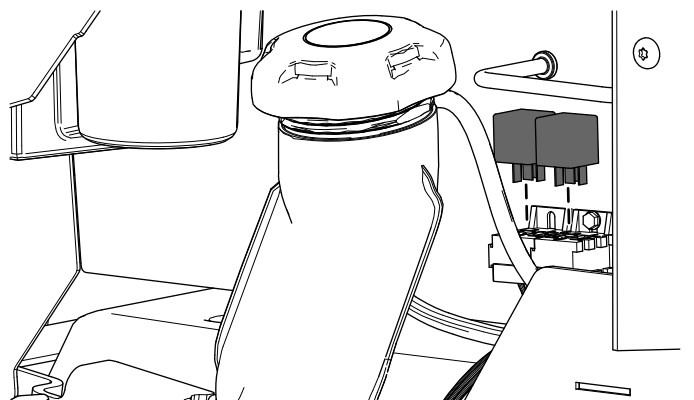

Figura 16
5. Montaggio dei 2 relè (Figura 16).